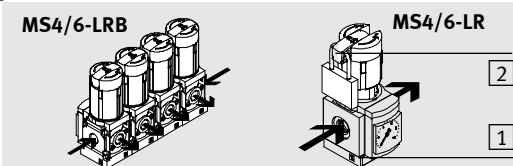

Fig. 1
Il filtro-riduttore MS4/6-LFR e il riduttore di pressione MS4/6-LR(B) regolano l'aria compressa nella linea successiva sulla pressione di lavoro regolata. MS4/6-LFR/LR(B) sono in grado di compensare eventuali variazioni di pressione. L'unità MS4/6-LRB permette l'alimentazione di aria compressa su entrambi i lati (→ Fig. 1).